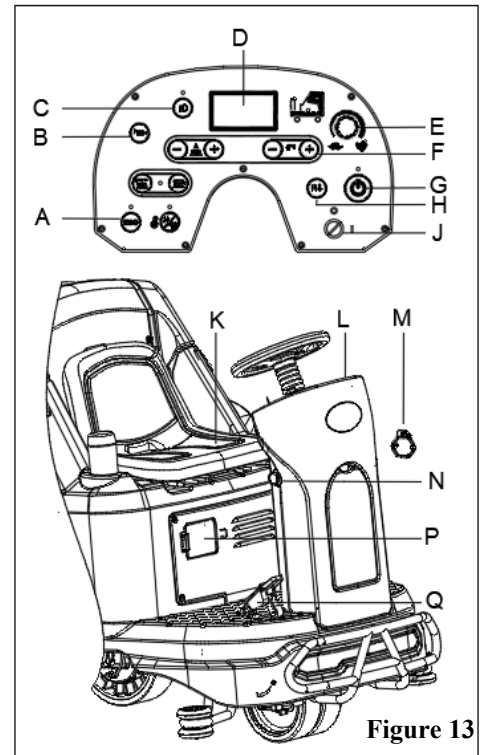

Figure 13
2. S'asseoir sur le siège (K, Figure 13), insérer la clé de contact (J, Figure 13) et la tourner sur « I ». Contrôler l'état des batteries à l'écran. Au besoin, charger les batteries (voir la procédure au chapitre Entretien).
Le sens avant/arrière peut être commandé avec le commutateur (H, Figure 13). La vitesse peut être réglée avec le dispositif de réglage (E, Figure 13).
4. Appuyer sur le bouton unique de démarrage (G, Figure 13) pour démarrer la machine, la raclette et les brosses sont abaissées automatiquement jusqu'au sol et le moteur d'aspiration commence à fonctionner.
5. Presser les boutons de commande du débit de solution (F, Figure 13), si nécessaire, en fonction du type de nettoyage à effectuer.
6. Appuyer sur la pédale d'accélérateur (Q, Figure 13) et commencer le nettoyage.
7. Vous pouvez recharger votre téléphone ou tablette via le port de charge USB (M, Figure 13) lorsque la clé de contact (J, Figure 13) est tournée sur « I ».
8. Appuyer sur le bouton du klaxon (B, Figure 13) pour avertir les gens en cas de besoin.
9. Si nécessaire, appuyer sur le bouton d'urgence (N, Figure 13) pour l'arrêt d'urgence de la machine.
10. Si nécessaire, appuyer sur le bouton des feux avant (C, Figure 13) pour les zones sombres ou pour avertir les piétons.
11. Si nécessaire, régler le siège (K, Figure 13) en tournant la poignée à droite du siège, puis glisser le siège dans la bonne position.
Le moteur de la brosse, le moteur d'aspiration, le moteur d'entraînement et le circuit de commande sont protégés par un limiteur de surcharge (P, Figure 13). Lorsqu'un limiteur de surcharge se déclenche, ne pas le réinitialiser immédiatement sans en connaître la cause profonde et s'assurer que le moteur a refroidi avant de le réinitialiser.
12. Relâcher la pédale d'accélérateur (Q, Figure 13), la machine s'arrête de fonctionner.
13. Appuyer sur le bouton unique de démarrage (G, Figure 13) pour arrêter les brosses et le moteur d'aspiration. Les brosses et la raclette sont automatiquement soulevées du sol. Le système d'aspiration se coupe au bout de quelques secondes.